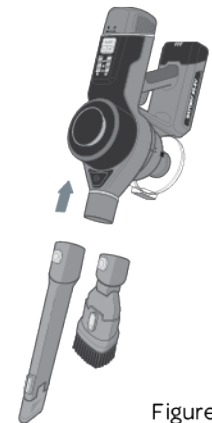

Figure 2
2. Insérer le suceur plat ou la brosse à poussière dans le corps de l'aspirateur (Figure 2).